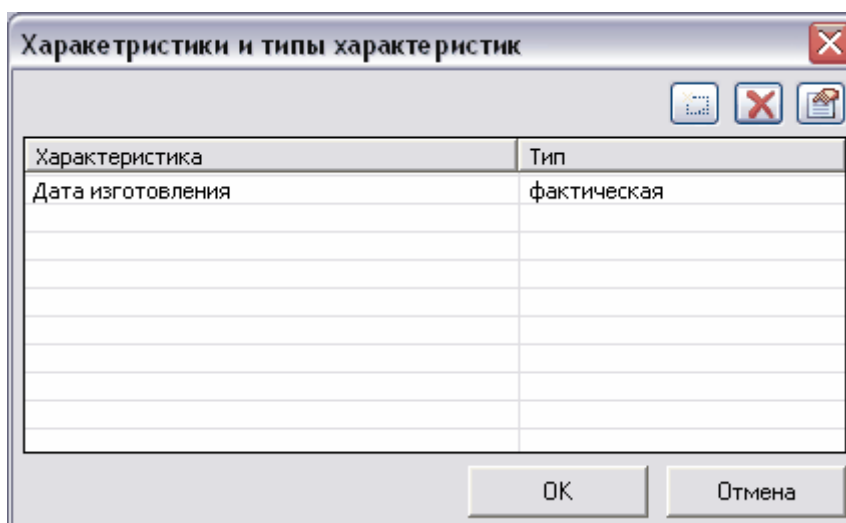

Рис. 85
Для добавления столбца с характеристикой нажмите на кнопку  **Добавить столбец с характеристикой..** После этого появится окно **Характеристики и типы характеристик** (Рис. 85).
1. Нажмите на кнопку  (Рис. 85).
Для удаления характеристики из списка в окне **Характеристики и типы характеристик** нажмите на кнопку  (Рис. 85).